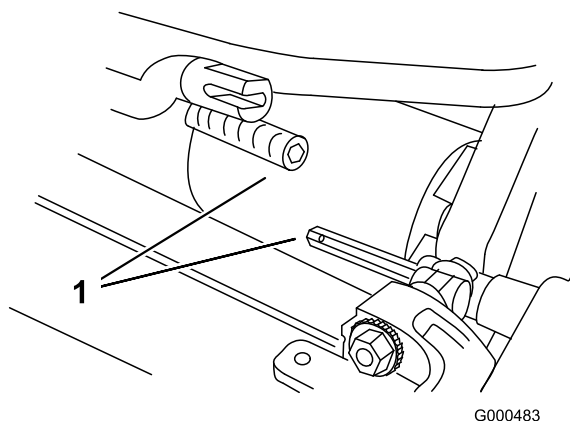

Figura 46
6. Tirate in avanti l'apparato di taglio di 51 mm, poi tiratelo verso destra per disinnestare il giunto di trasmissione (Figura 46).